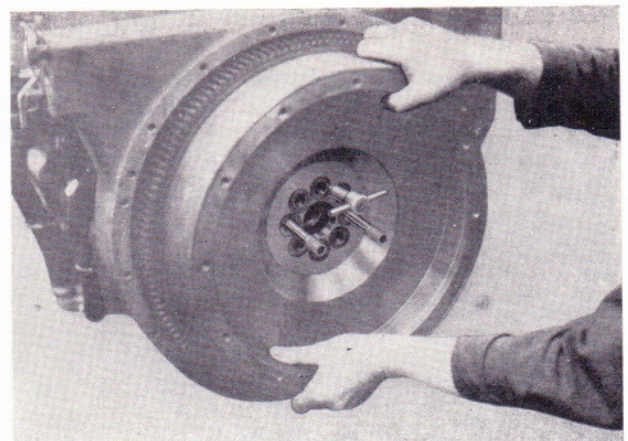

Bild 82
- Bei nicht eingepaßtem Zylinderstift den Fixierstift 27 95674 006 in das Schwungrad einsetzen (Bild 82).